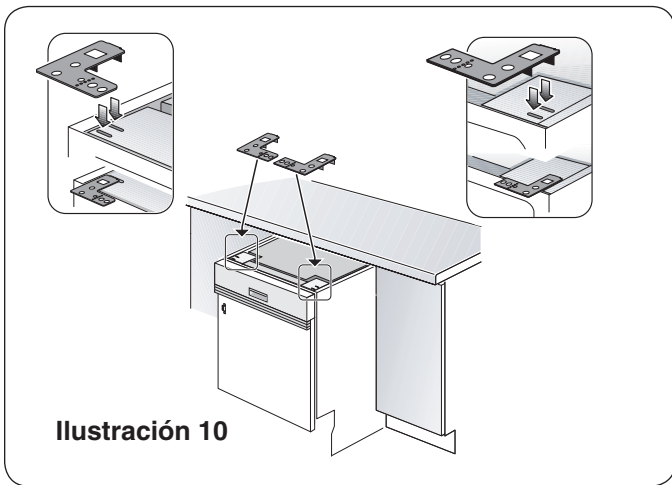

Ilustración 10
- 1 El Montaje Superior** se utiliza cuando el contador tiene una superficie de madera u otro material fácil de perforar. Acomode los soportes de montaje tal como indica en la Ilustración 10 y sitúe la dos lengüetas pequeñas de modo que cubran las dos ranuras en los rincones delanteros de la lavadora. Oprima firmemente hacia abajo los soportes de montaje hasta introducir las lengüetas en sus ranuras.